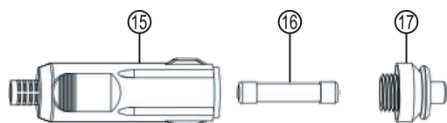

Figura 8: Fusibile nel connettore 12 V
Ruotare la punta (pos. 17 in figura 8) del connettore di 12 V (pos. 15 in figura 8) in senso antiorario fino a quando non si stacca dal connettore, quindi rimuoverla. Il fusibile (pos. 16 in figura 8) è ora libero e lo si può tirare dal connettore. Sostituirlo con un fusibile nuovo della stessa potenza e riavvitare la punta nel connettore, figura 8.